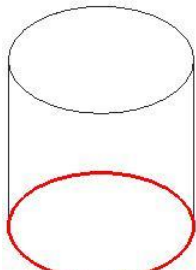
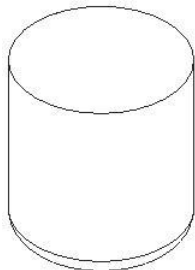

图5-42
图5-43
3. 使用边倒圆功能创建圆角特征。选择图 5-42 所示的实体边缘，然后设置圆角半径为“10”，结果如图 5-43 所示。